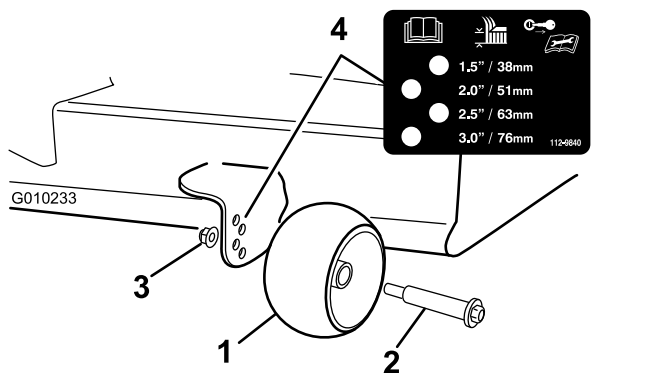

Figure 30
3. Réglez les galets anti-scalp (Figure 30) en fonction de la position de hauteur de coupe la plus proche.